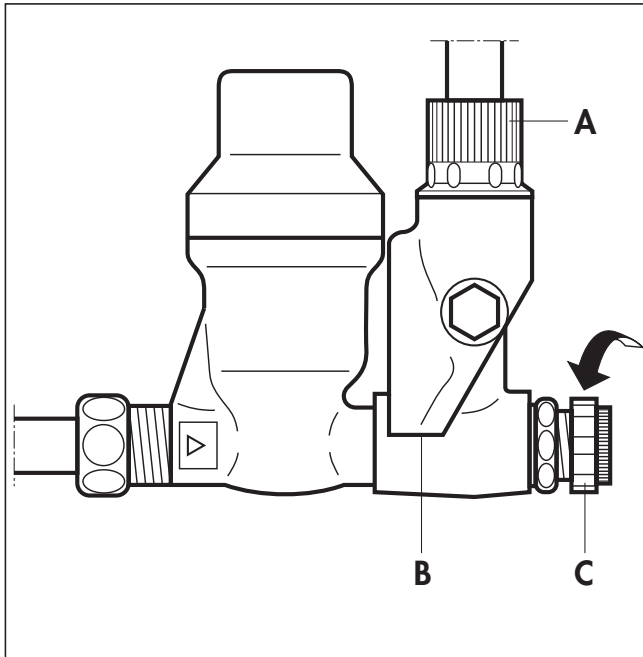

Abb. 3.1 Sicherheitsgruppe
- Abblaseleitung (B, Abb. 3.1) und Sicherheitsventil für das Speicherwasser.
Bei Undichtigkeiten im Warmwasserleitungsbereich zwischen Speicher und Zapfstellen schließen Sie bitte das Kaltwasser-Absperrventil (C, Abb. 3.1) und lassen Sie die Undichtigkeiten durch Ihren anerkannten Fachhandwerksbetrieb beheben.
Die Auslaufarmaturen, die Abblaseleitung (B, Abb. 3.1) sowie das auslaufende Wasser können bis zu 85 °C heiß werden.